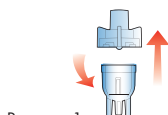

Рисунок 1
- Снимите верхнюю крышку ем-кости для лекарства, аккурат-но повернув ее против часовой стрелки (рисунок 1).